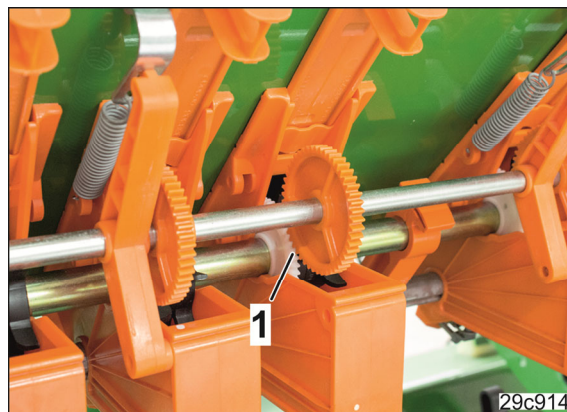

Рис. 232
- 10.1 Проследите, чтобы зубья (Рис. 232/1) шестерен зацеплялись друг за друга.